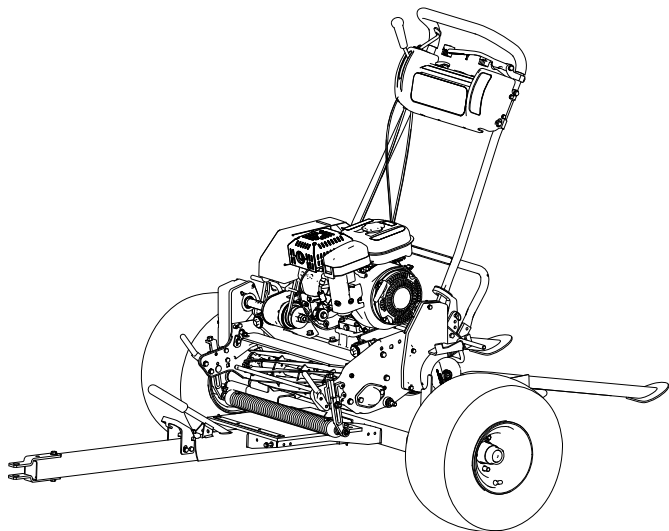

Рисунок 12
3. Снимите с газонокосилки травосборник, отключите привод барабана и переведите дроссельную заслонку в положение самых малых оборотов. **Медленно** заведите газонокосилку на прицеп до контакта с противооткатными упорами (Рисунок 12).
3. Снимите пылезащитную крышку со ступицы колеса (Рисунок 12).
4. Извлеките шплинт и отверните стопорную контргайку (Рисунок 12).
5. Отверните гайку ступицы, снимите шайбу шпинделя и ступицу в сборе с оси (Рисунок 12).
3. Установите наружные кольца подшипников и подшипники на ступицу в сборе, как показано на Рисунок 12.
1. Установите масляное уплотнение, ступицу в сборе и шайбу шпинделя, как показано на Рисунок 12.